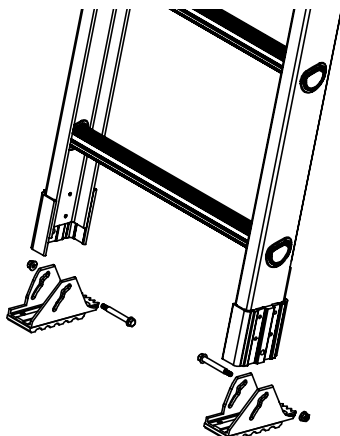

Fig. 1
5. Retire ambas patas de la escalera. Usando un dado y llave de 7/16 (11 mm) retire la tuerca y el perno de cada pata. (Fig. 1)